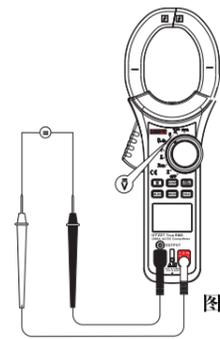

图 3
(1) 直流电压 (V) (见图3)
1.直流电压测量 (V) (见图3)